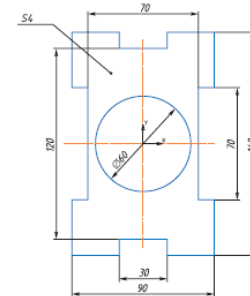

Рис. 1.12. Пластина
Создайте изображение *Пластина* по чертежу (рис. 1.12), используя методику построения по координатам.
6. Инструментами панели *Размеры* нанесите размеры по образцу (см. рис. 1.12).